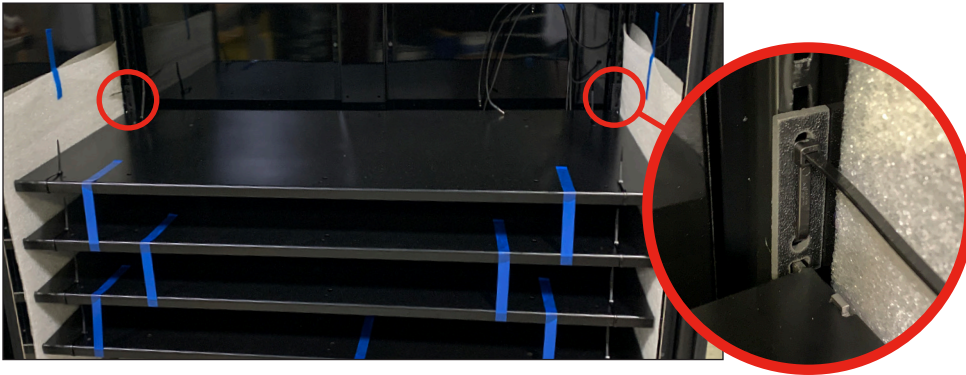
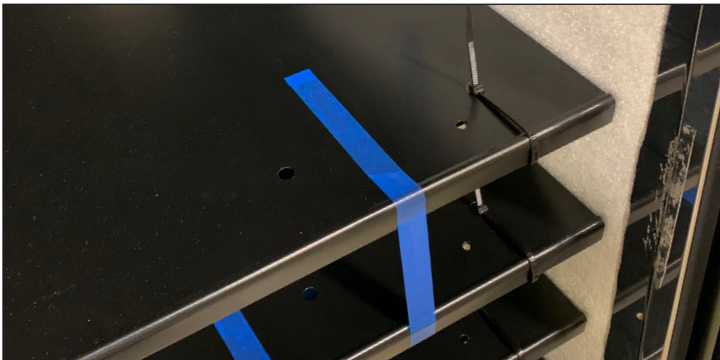

Abb. 18. Die Transportsicherungen des Einschubbodens befinden sich in den Montagescienen über dem Einschubboden.
Abb. 19. Kabelbinder am Einschubboden und Transportband. Es sind nicht alle Innenverpackungen abgebildet.
1. Entfernen Sie die Transportsicherungen des Einschubbodens. Entfernen Sie das Klebeband und die Kabelbinder. Siehe Abb. 18 und Abb. 19.